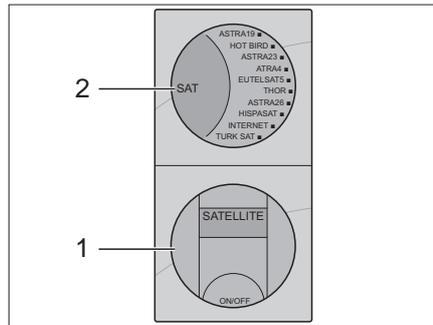

Bild 42 Panel Menü Verbraucher (Variante 2)
- Satellitenanlage über den ON/OFF Knopf (Bild 42,1) einschalten. Die Satellitenanlage fährt aus und sucht automatisch den eingestellten Satelliten.
- SAT Taste (Bild 42,2) drücken, um einen der 10 gespeicherten Satelliten auszuwählen.
- Taste ON/OFF (Bild 42,1) drücken. Die Satellitenanlage wird eingefahren und das Fernsehgerät ausgeschaltet.